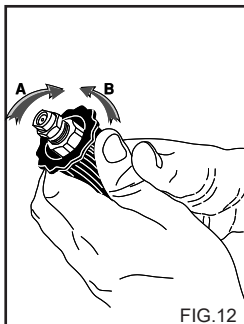

FIG.12
USO DELLA TESTINA REGOLABILE (Fig. 12)
2) Azionare l'idropulitrice, aprire il rubinetto detergente (se presente), attivare il comando di aspirazione del detergente presente sulla lancia (fig. 12) e cospargere la superficie da lavare agendo dal basso verso l'alto. Lasciare reagire per alcuni minuti.